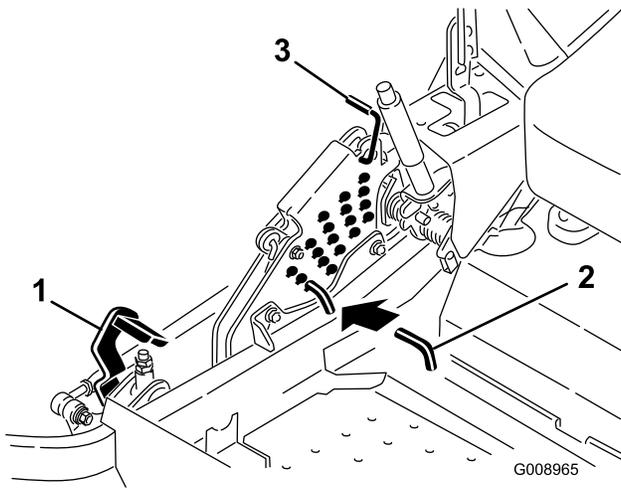

Figure 85
5. Enfoncez la pédale de relevage du tablier de coupe au maximum pour verrouiller le tablier à la position de transport de 14 cm (5 1/2") (Figure 85).